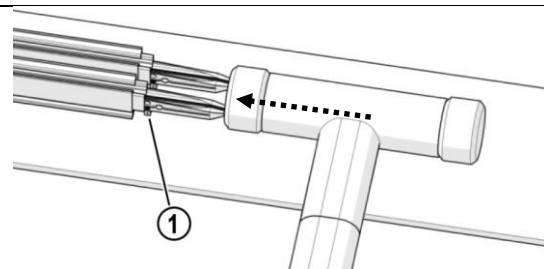
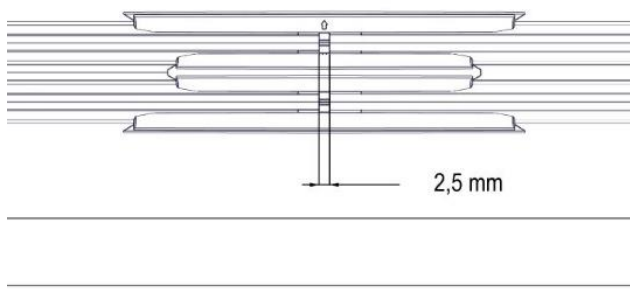

Abb. 34: Verbinder bis zum Anschlag (1) eintreiben
Abb. 39: Spalt beim Verbinder
- Die Stromschienen werden nicht nahtlos aneinander gefügt. Die Stromschiene nur bis zum Anschlag der Verbinderstifte (siehe Abb. 34) treiben, sodass ein Spalt von ca. 2,5 mm bestehen bleibt (Abb. 39).